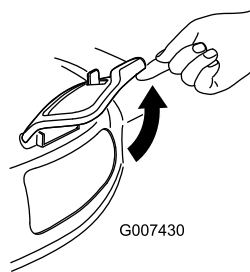

Figure 32
2. Soulevez et ouvrez le volet d'éjection latérale (Figure 32).